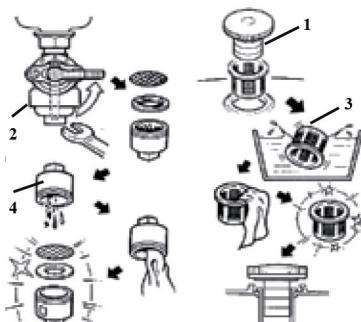

рис.5
- открутите крышку бензобака (рис.5 поз.1);
- снимите колпачок крана подачи бензина (рис.5 поз.2), стараясь не повредить уплотнение;
- удалите загрязнения с фильтров (рис.5 поз.3 и 4) промыванием в растворителе (типа Уайт-Сpirит) и продувкой;